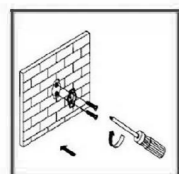

ILUSTRACIÓN 4
- Aliñe los soportes con los taquetes de plástico y asegúrelos con los tornillos que se incluyen. (ILUSTRACIÓN 4)